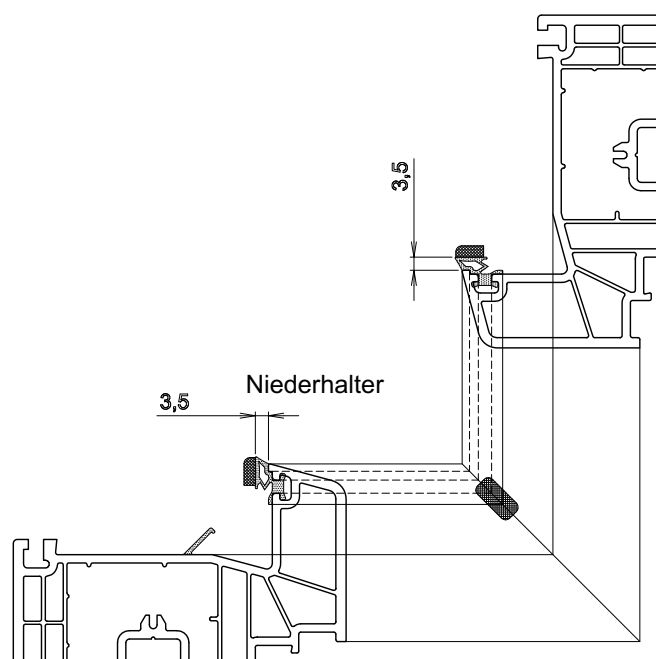

Abb. 2 Niederhalter
- 2) Zur Unterdrückung des plastifizierten PVC-Materialies kann alternativ die Dichtungsgeometrie mittels passenden mechanischen Druckstücken beim Schweißprozess kurzzeitig niedergehalten werden. Dies kann maschinell über Vorrichtungen an der Schweißmaschine (Abb. 1) oder bei 1 bzw. 2 Kopfmaschinen über die Handhebelpresse (Abb. 2) erfolgen. Wichtig dabei ist die korrekte Einstellung (äußere Dichtlippe muss umlaufend anliegen) sowohl der Zeitdauer als auch des Druckes beim Niederhalten. Nur dann kann eine flexible Eckausbildung des Dichtungsbereiches gewährleistet werden.